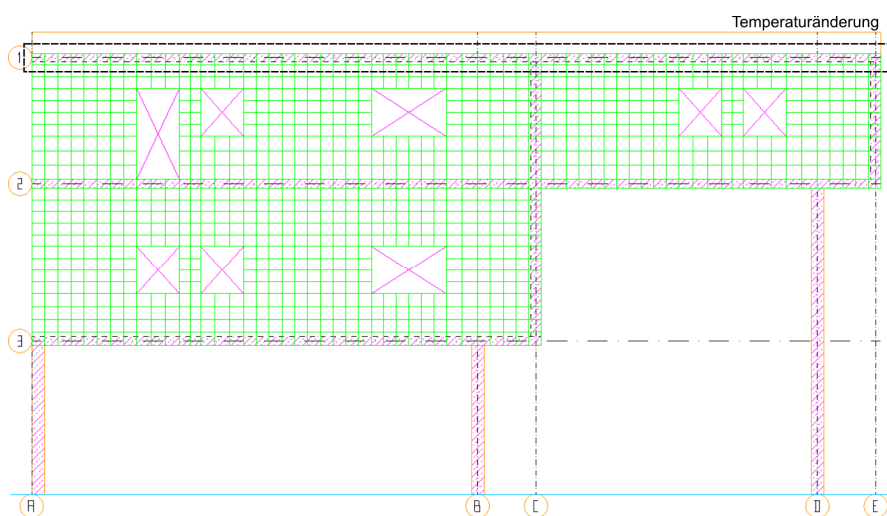

Abbildung 18 - Bereich der Temperaturänderung aufgrund ungedämmter Attika
- Bestimmen Sie anschließend den Bereich, in welchem die Last wirken soll. Markieren Sie dazu alle Elemente in der oberen Reihe des FE-Netzes (siehe Abb. 18).